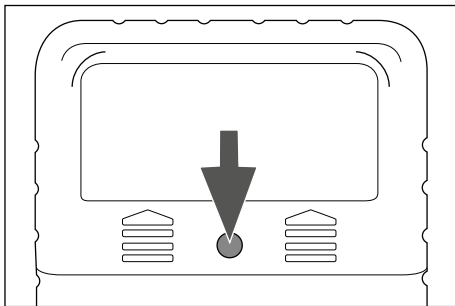

Abb. 1
- 1) Lösen Sie die obere Schraube an der Rückseite des Gerätes mit einem Schraubenzieher (siehe Abb. 1). Entfernen Sie die Batteriefachabdeckung, indem Sie diese nach oben schieben.